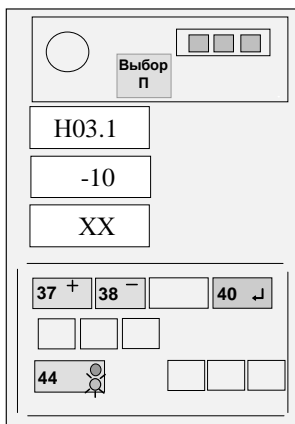

Рисунок 12 - Ввод температуры
Если значение измеренной температуры воздуха отличается от отображаемого на средний ИЖЦ значения более чем на 3 °С, нажатием кнопки 44 установить на верхнем ИЖЦ код "Н03.1", а затем, нажимая кнопки "+" (37) и "-" (38), установить, контролируя показания среднего ИЖЦ, значение температуры, равное показаниям термометра (см. рисунок 12).